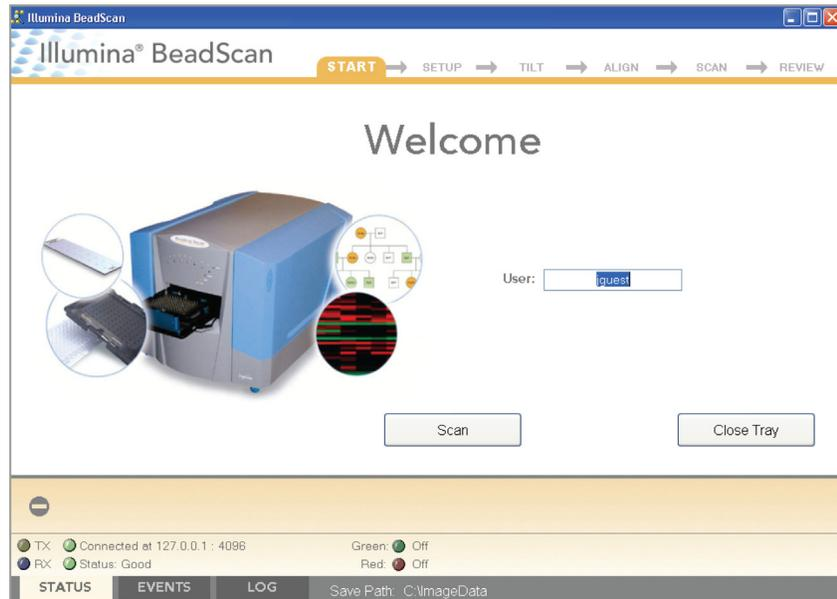

Рис. 87 Приветственное окно ПО BeadScan
4. Войдите в учетную запись и нажмите **Scan** (Сканировать) (Рис. 87).